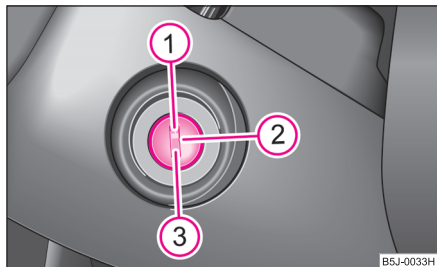

Fig. 101 Pozițiile cheii în contact
- Motorul se oprește prin rotirea cheii în contact în poziția ① ⇒ pagina 89, fig. 101.